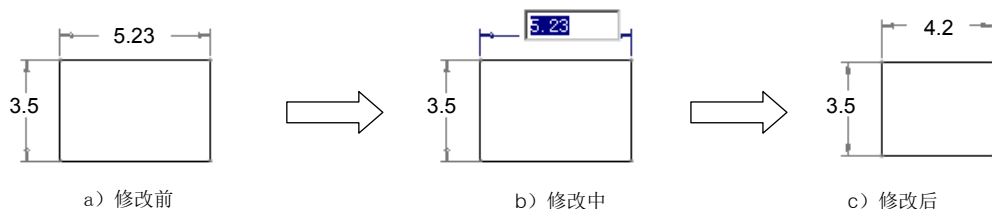

图 2.9.1 修改尺寸值
Step3. 在尺寸修正框  中输入新的尺寸值（图 2.9.1）后，按回车键完成修改，如图 2.9.1c 所示。